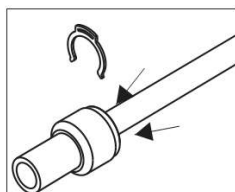

Fig. 2
- 2) Paspasti greito jungimo apkaustą gilyn jungties (fig. 2).